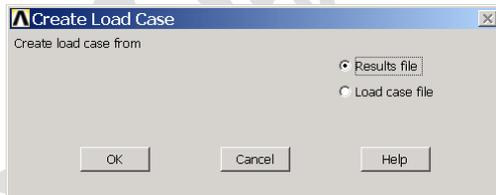

图6.48 定义荷载工况
(1) 单击 Main Menu>General Postproc>Load Case>Create Load Case 菜单，弹出如图 6.48 所示的【Create Load Case】对话框。